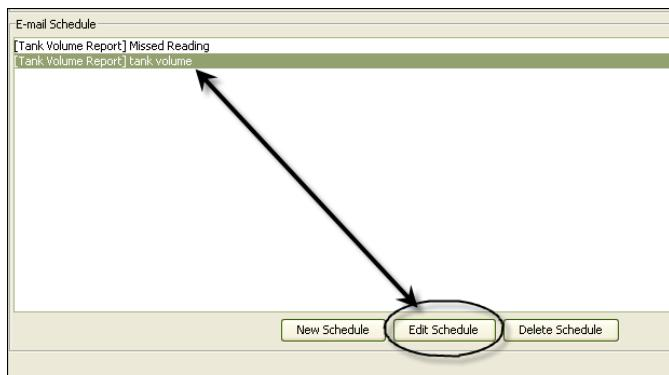

Рис. 145
- Выделите событие отправки электронного письма, которое хотите изменить, и нажмите кнопку «Edit Schedule» [Изменить расписание] (Рис. 145).